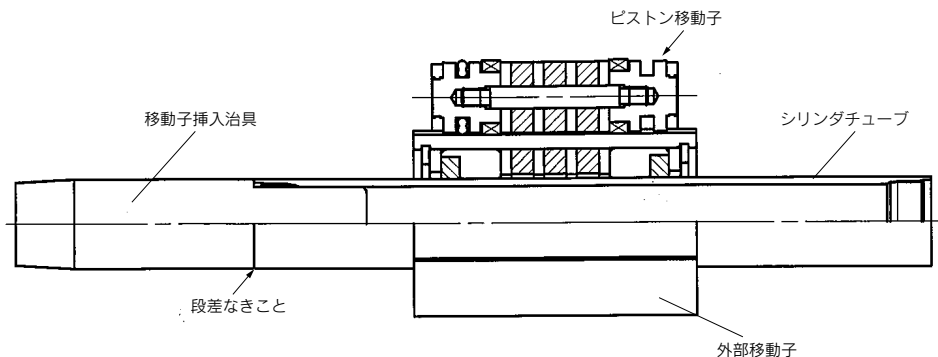

図5 正しい方向性(各移動子の中心に位置する)(φ10)
- (1) シリンダチューブ内周面にグリースを塗布してください。
- (2) ピストン移動子を外部移動子上に置いてください(φ6以外の場合)。φ6は各移動子の挿入方向性はありませんので作業不要です。
- (3) 図6のようにピストン移動子が外部移動子の中央で吸着できない場合は、ピストン移動子を180°反転して図5のようになしてください。間違った方向で各移動子をシリンダチューブに挿入すると、正常な磁石保持力は発生しません。また、正常なストロークも出ません。ご注意ください。
- (4) シリンダチューブに移動子挿入治具を挿入してください。
- (5) 各移動子が図5の状態であることを確認したうえで、グリースを塗布した外部移動子をシリンダチューブに挿入してください。
- (6) 移動子挿入治具をシリンダチューブから外してください。
- (7) グリースを塗布したピストン移動子をシリンダチューブに挿入してください。
- (8) 外部移動子を手で複数回移動させ、グリースをシリンダチューブ全体になじませてください。
- (9) 外部移動子をストローク端に移動させ、ピストン移動子端面に付着した余分なグリースを軽くふき取ってください。
- (10) シリンダチューブのねじ部に付着したグリースをアルコールなどでふき取った後、接着剤：ロックタイトNo.542(赤色)をシリンダチューブまたはヘッドカバーのねじに塗布してからヘッドカバーを締付けてください。